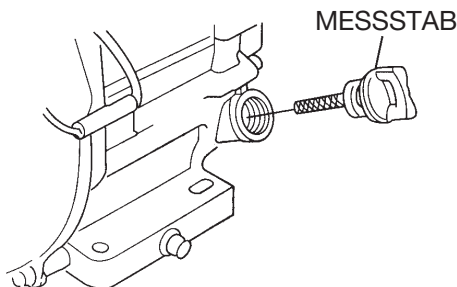

Abb. 5. Motorölmessstab (Herausziehen)
2. Öleinlassschraube/Messstab aus der Öleinlassöffnung ziehen (Abb. 5) und sauber wischen.